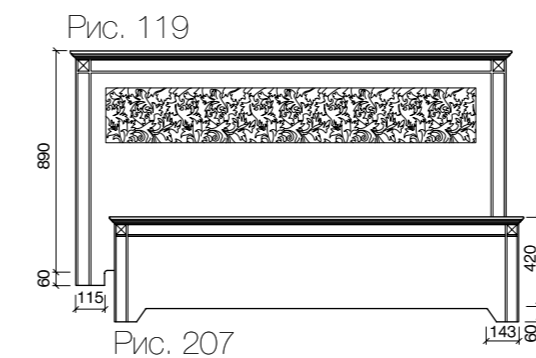

Рис. 207
- Рис. 207, 208, 209, 210, 211 пленка с 2-х сторон